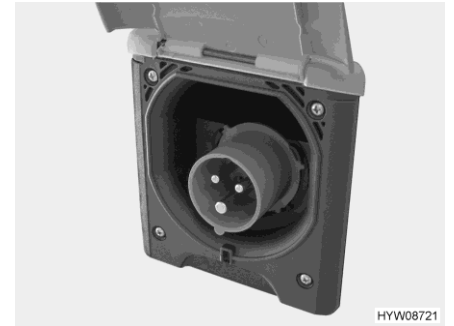

Fig. 65 Conexión de 230 V en el vehículo (caja de enchufe CEE)
- Abrir la cubierta de la conexión de 230 V en el vehículo (Fig. 65) y enchufar el conector enchufable. Prestar atención a que la saliente de retención de la tapa con resorte esté engatillada.